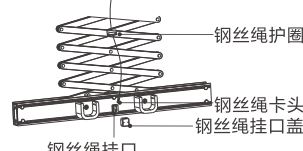

图5
- 如图5, 确保上滑轨固定好后, 将钢丝绳穿过钢丝绳护圈, 再将钢丝绳卡头套进钢丝绳挂口内, 套上钢丝绳挂口盖, 剪掉剪刀架扎带。以同样的步骤安装好另一侧剪刀架。